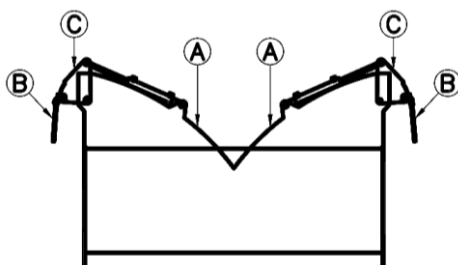

Fig. 2 - SPIT GREEN "HYDRO"
- lo **SPIT GREEN "HYDRO"** con scarico laterale (dx e sx) con regolazione **idraulica** con 2 convogliatori laterali (A) + 2 regolatori (B) + 2 prolunghe (C) (Fig. 2)
- le **SPIT GREEN "HYDRO"** avec évacuation latérale (à droite et à gauche) avec réglage **hydraulique** par 2 guides latérales (A) + 2 régulateurs (B) + 2 rallonges (C) (Fig. 2)
- the **SPIT GREEN "HYDRO"** with download on the right and on the left side with **hydraulic** adjustment by 2 lateral guides (A) + 2 regulators (B) + 2 extensions (C) (Fig. 2)
- **SPIT GREEN "HYDRO"** mit seitlicher Ausladung (rechts und links) mit **hydraulischer** Verstellung mit 2 seitlichen Fördergeräten (A) + 2 Regler (B) + 2 Verlängerungen (C) (Fig. 2)
- el **SPIT GREEN "HYDRO"** con descarga lateral (a la dcha. y a la izda.) con ajuste **hidráulico** con 2 transportadores laterales (A) + 2 reguladores (B) + 2 prolongadores (C) (Fig. 2)